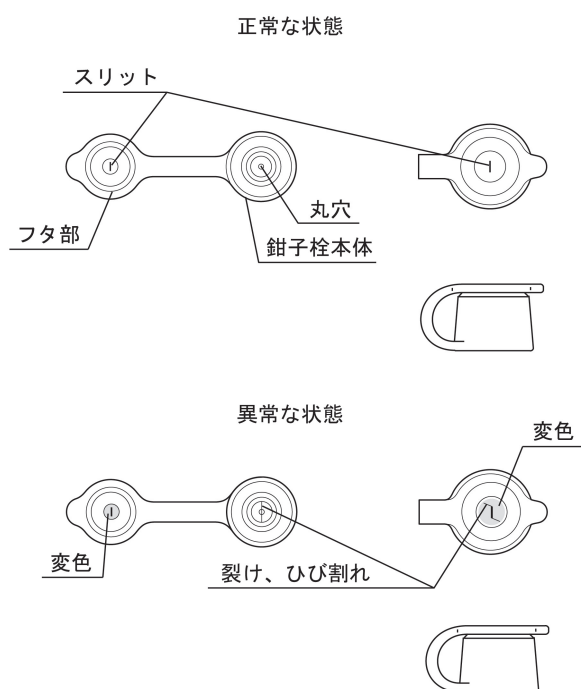

図3
- 13.鉗子栓のフタ部のスリットまたは鉗子栓本体の丸穴に裂け、ひび割れ、変形、変色などの異常がないことを目視で確認すること（図3参照）。